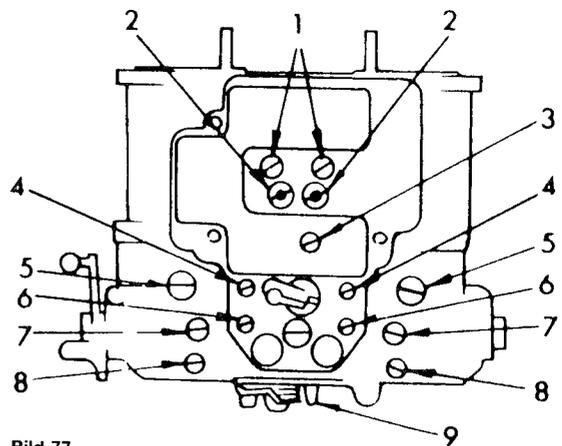

Bild 77 Einzelheiten zur Zerlegung des Weber DCOE-Vergasers
- Flügelmutter entfernen und den Deckel (1) zusammen mit der Dichtung (3) abnehmen.
- Die fünf Deckelschrauben (2) entfernen und den Deckel (5) sowie die Dichtung (6) abnehmen, ohne dabei den Schwimmer zu verbiegen.
- Den Stopfen (90) herausschrauben. Den Dicht-ring (89) abnehmen und den Filter (88) herausziehen.
- Die Schwimmerachse (78) herausstossen und den Schwimmer (77) herausheben. Beim Heraus-schrauben des Schwimbernadelventils (83) darauf achten, dass die Nadel im Ventil verbleibt.
- Folgende Arbeiten unter Bezug auf Bild 77 durchführen:
- Vom Vergasergehäuse die Stopfen der Leerlaufdüsen entfernen und die Düsen (1) herausschrauben. Die beiden Hauptdüsen (2) entfernen.
- Unmittelbar unter den Hauptdüsen befindet sich das Einlassventil der Beschleunigungspumpe (3). Den Schraubstopfen herausdrehen und den Kugelsitz und die Kugel herausschütteln.
- Die Spritzventile der Beschleunigungspumpe (5) herausziehen.
- Sprengring (62) lösen, die Federführung (61) herausnehmen, Feder (60) entfernen und das Startventil (59) ausschütteln (siehe ebenfalls Bild 77).